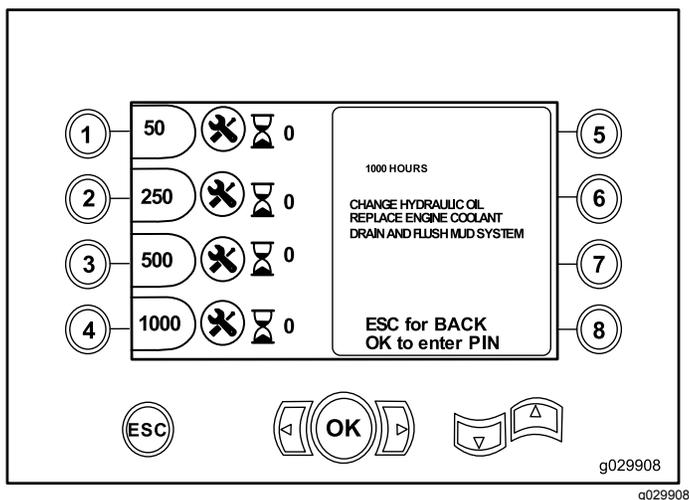

Figura 15
- Botão 4 – 1.000 horas (Figura 15)